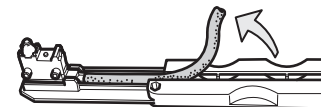

Fig. 9
- ▶ Tag kablet ud af monteringsholderens ende (Fig. 9).